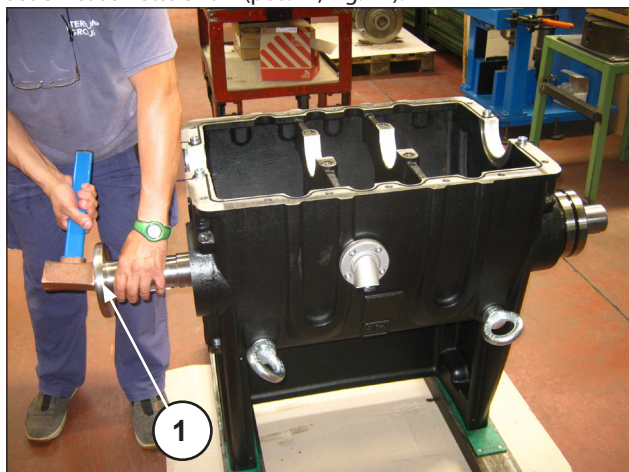

Fig. 47
Estrarre l'albero PTO da uno qualsiasi dei due lati utilizzando una massa batente con relativo tampone facendo uscire dalla sede il cuscinetto a rulli (pos. ①, Fig. 47).